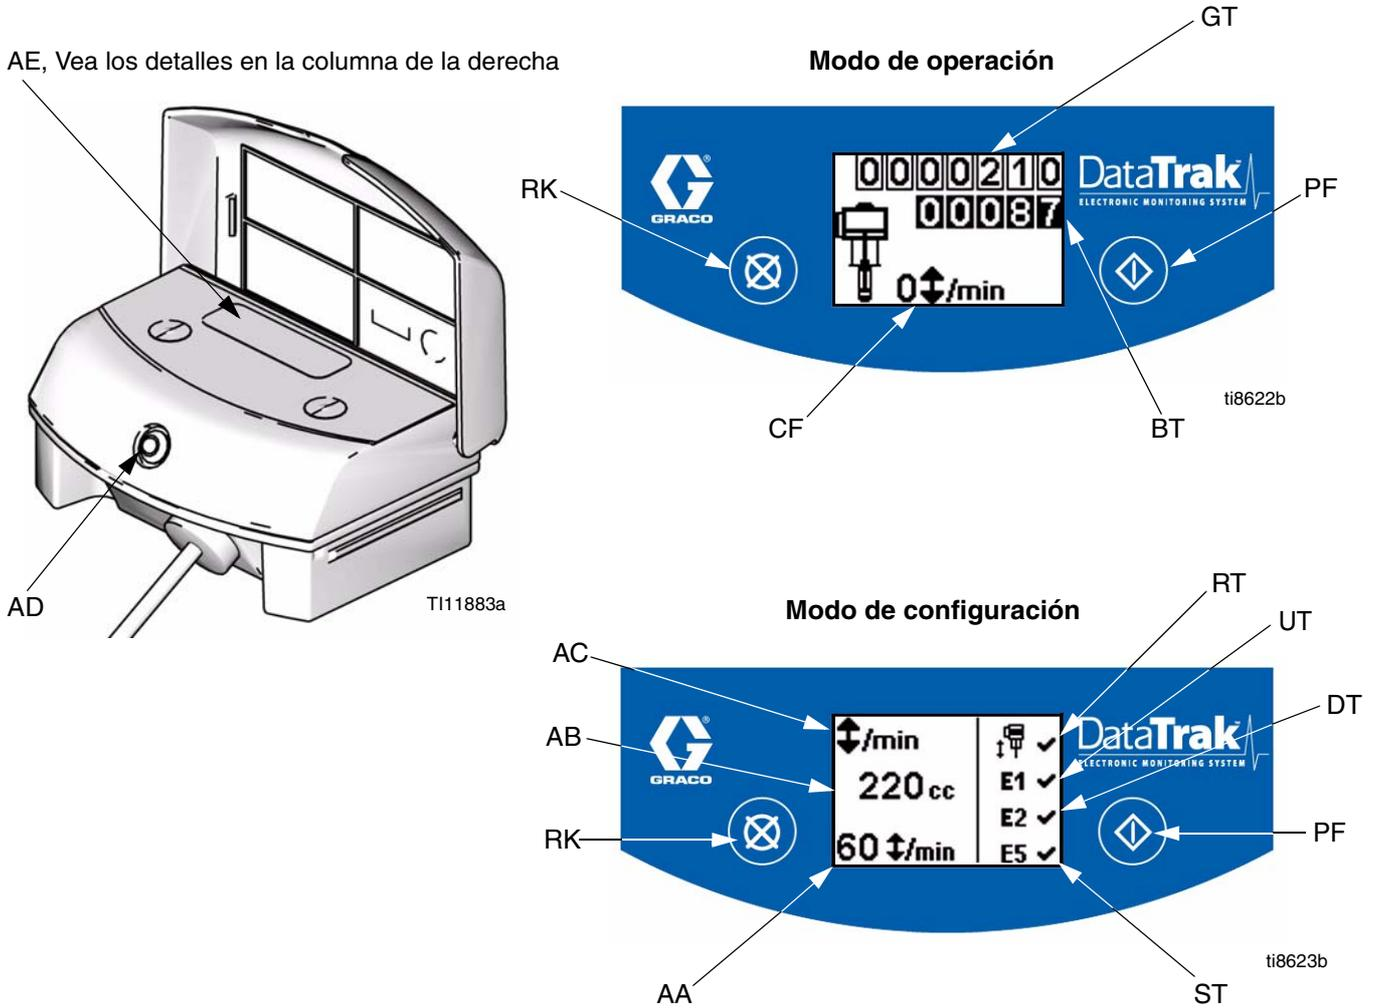

FIG.7. Controles e indicadores del módulo DataTrak
Leyenda para FIG.7
1. Vea FIG.7. Pulse y mantenga pulsado  durante 5 segundos hasta que aparezca el menú Configuración.
NOTA: Cuando se produce un embalamiento, se activan las opciones de error E1, E2, y E5, en la pantalla de configuración aparecerá una ✓. Vea FIG.7.
1. Vea FIG.7. Si se produce el embalamiento de la bomba, se accionará el solenoide de antiembalamiento y detendrá la bomba. El LED (AD) parpadeará y la pantalla (AE) indicará un estado de embalamiento (vea Tabla 1). La pantalla pasará por seis pantallas de instrucciones.
5. Abra la válvula de aire maestra (E) para volver a poner en marcha la bomba.
(RT) hasta la posición apagada  (vea FIG.7).
1. Vea FIG.7. Para acceder al modo Cebiar/Lavar, pulse cualquier tecla para activar la pantalla, y después pulse  Aparecerá el símbolo Cebiar/Lavar en la
Vea FIG.7. El último dígito del totalizador de lotes (BT) representa las décimas de galones o de litros. Para reponer a cero el totalizador, pulse cualquier tecla para activar la pantalla y después pulse y mantenga pulsado
Vea FIG.7. La pantalla (AE) se apagará después de 1 minuto de inactividad en modo Ejecución o 3 minutos en modo Configuración. Pulse cualquier tecla para activarlo de nuevo.
El módulo DataTrak puede diagnosticar diversos problemas con la bomba. Cuando el monitor detecta un problema, el LED (AD, FIG.7) parpadeará y aparecerá un código de diagnóstico en la pantalla. Vea Tabla 1.